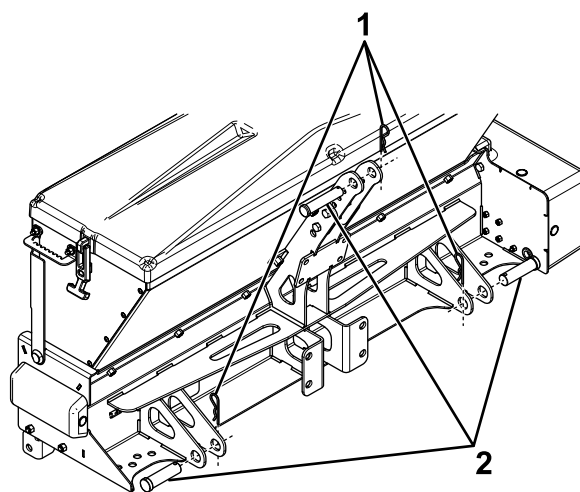

Figura 20
2. Aproxime el tractor lentamente al esparcidor y baje los brazos de elevación hasta que estén alineados con los soportes de los pasadores de elevación (Figura 20).
3. Sujete los soportes de los pasadores de elevación del esparcidor al tractor con 2 pasadores (⁷/₈") y chavetas (Figura 20).
4. Inclíne el esparcidor hacia atrás y conecte los soportes de la torreta al tercer punto del tractor usando un pasador (³/₄") y una chaveta (Figura 20).